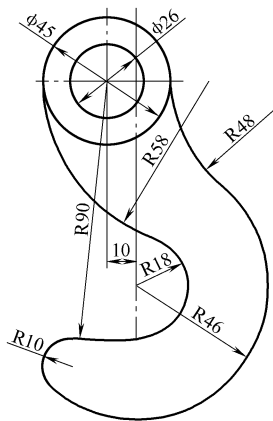

图 2-60 圆弧练习题 3
【例 2-15】 绘制如图 2-60 所示的图形。
8) 裁剪、删除多余的曲线，操作结果如图 2-60 所示。